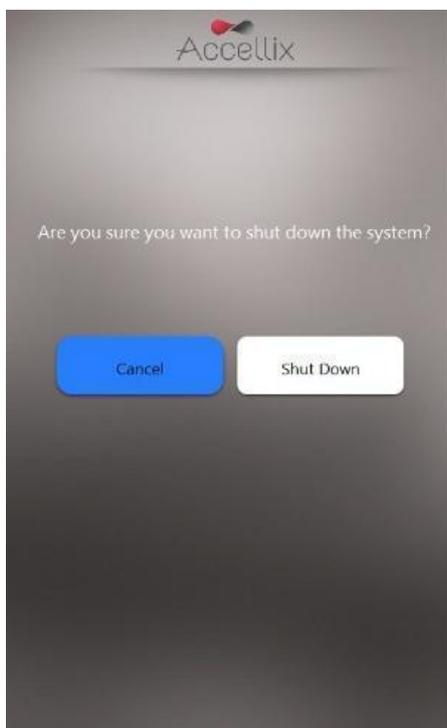

Figure 47 : écran Confirmer l'arrêt
1. Sur l'écran **Home** (Accueil) (si les connexions sont désactivées) ou sur l'écran Login (Connexion) (si les connexions sont activées), appuyez sur l'icône **Shutdown** (Arrêt) . L'utilisateur est invité à confirmer l'arrêt (Figure 47).